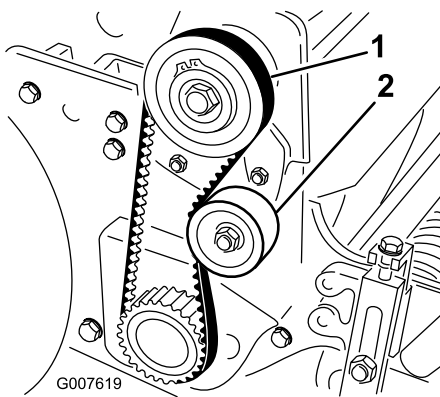

Bild 35
2. Prüfen Sie die Spannung. Bringen Sie hierfür eine Kraft von 18 bis 22 N in der Mitte des Riemens zwischen den Riemscheiben an (Bild 35). Der Riemen muss sich 6 mm durchbiegen lassen.
- A. Lösen Sie die Befestigungsmutter der Spannscheibe und drehen Sie die Spannscheibe nach rechts gegen die Rückseite des Riemen, bis Sie die gewünschte Riemen Spannung erzielt haben (Bild 35).